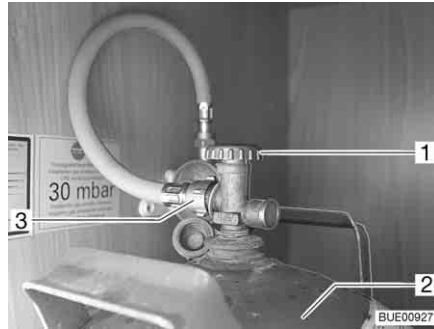

Fig. 78 Compartiment à gaz
- Fermer le robinet principal (Fig. 78,1) de la bouteille de gaz (Fig. 78,2). Observer le sens de la flèche.
- Dévisser à la main la lyre (Fig. 78,3) de la bouteille de gaz (filetage à gauche).